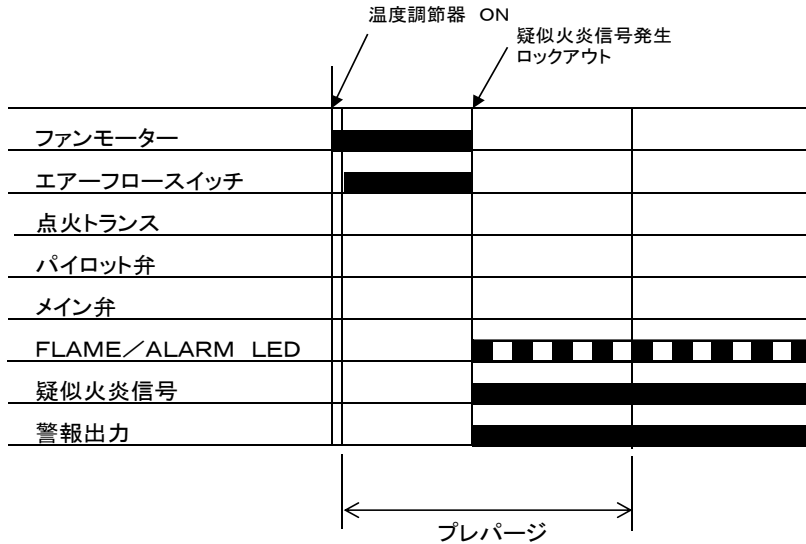

図17(3)
- (4) プレパージ時間の途中で疑似火炎が発生し、プレパージ時間内で消滅した時(図17(4)参照)